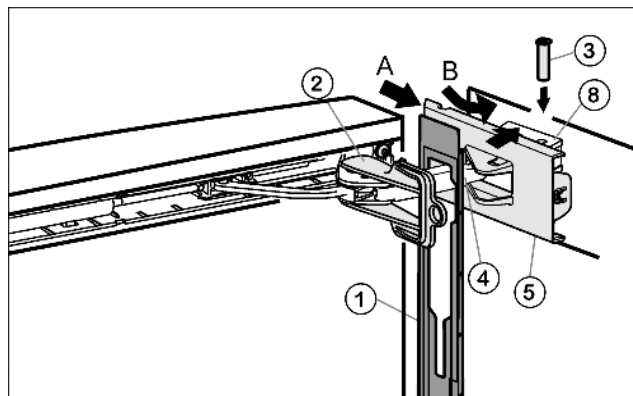

Fig. 18
- ▶ Навесьте накладку Fig. 18 (1) на амортизационную скобу Fig. 18 (4) таким образом, чтобы передние защелки показывали во внутрь, а передняя сторона была направлена к устройству.
- ▶ Отодвиньте (А) крышку Fig. 18 (5) снаружи и поверните (В) через опорную деталь Fig. 18 (8).
- ▶ Установите крышку Fig. 18 (5) и защелкните ее до первого фиксатора.
- ▶ Притяните амортизационную скобу Fig. 18 (4) к опорной детали и сверху вставьте палец Fig. 18 (3) таким образом, чтобы квадратная головка сидела в углублении.
- ▶ Теперь полностью защелкните крышку Fig. 18 (5) на опорной детали Fig. 18 (8).
- ▶ Поворотом снимите фиксатор Fig. 18 (2).
- ▶ Защелкните накладку Fig. 18 (1) на дверце.